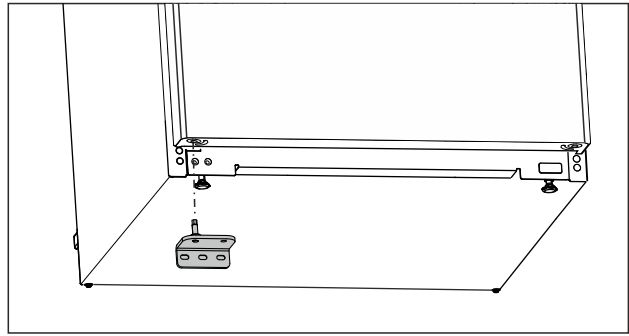

Fig. 25
- ▶ Nasadte ložiskovú konzolu na opačnú stranu. (pozri Fig. 25)